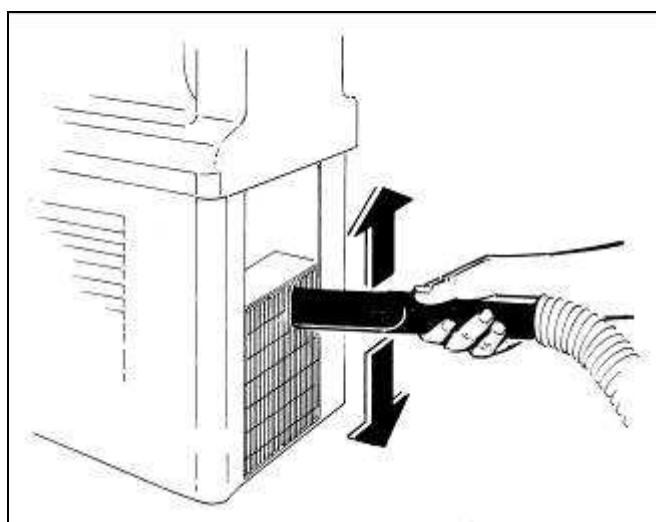

Fig. 28
- Con un aspiratore rimuovere la polvere infiltratasi tra le lamelle del condensatore (fig.28).